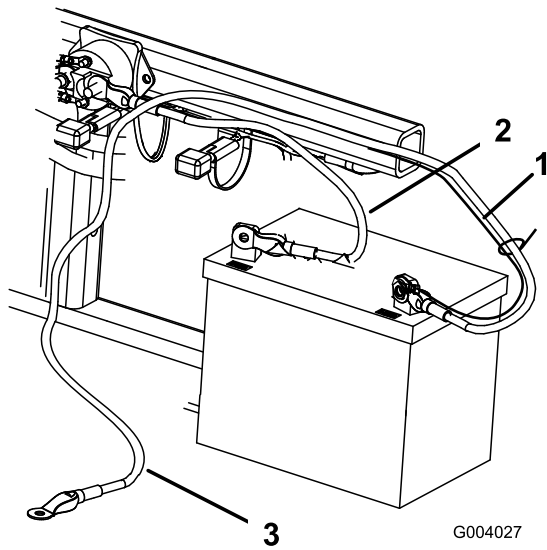

図 6
2. ボルト $\frac{1}{4} \times \frac{5}{8}$ "とロックナットで、赤いプラス+ケーブルをバッテリーのプラス+端子に固定する(図6)。
3. ボルト $\frac{1}{4} \times \frac{5}{8}$ "とロックナット $\frac{1}{4}$ "で、細い黒ワイヤと黒いマイナスケーブルをバッテリーのマイナス端子に固定する 図 6。